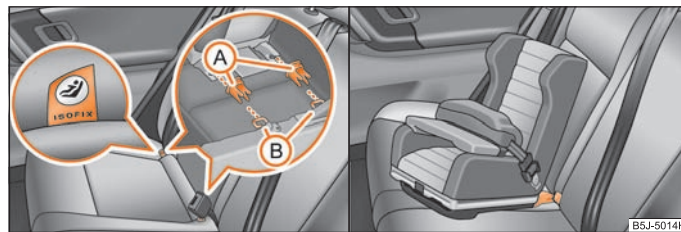

Fig. 128 Oeillets de retenue (système ISOFIX) / Insérer le siège pour enfant ISOFIX dans les ergots déjà montés
- Insérez les ergots (A) dans les oeillets de retenue (B) entre le dossier et l'assise ⇒ fig. 128.
- Poussez les bras de blocage du siège pour enfants dans les oeillets de retenue jusqu'au déclic ⇒ fig. 128.